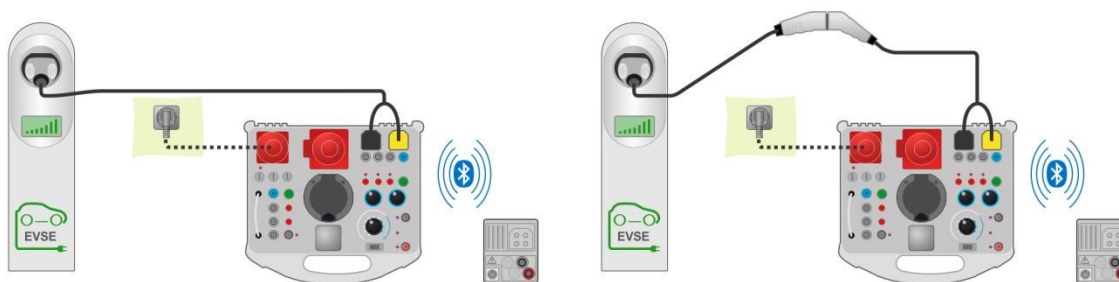
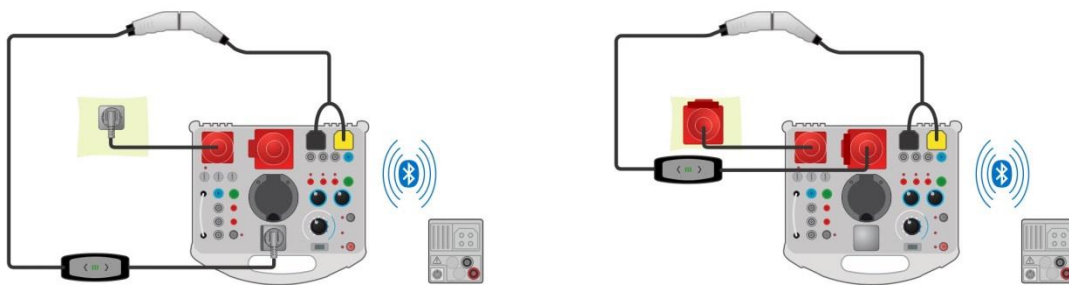
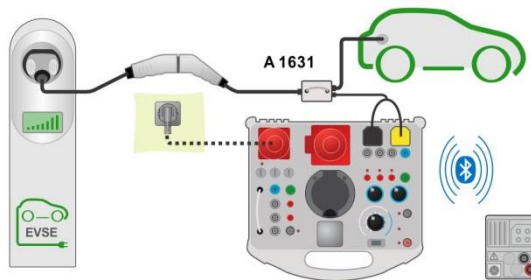

Abbildung 7.117: Diagnoseprüfung, EV Simulation und Fehler-Unterprüfungen - Anschluss an EVSE
Abbildung 7.118: Diagnoseprüfung, EV Simulation und Fehler-Unterprüfungen - Anschluss an Mode 2, das vom Analyser gespeist wird
Abbildung 7.119: Diagnoseprüfung (EVSE) - Monitor- Unterprüfungen - Anschluss an EVSE oder Ladekabel
- › Koppeln und verbinden Sie das MI 3152(H) mit dem A 1632 eMobility Analyser über Bluetooth. Siehe Kapitel 4.6.5.1 Auswahl und Konfiguration von Messadaptern.
- › Überprüfen Sie die Bluetooth Aktiv-Anzeige, wenn der MI1632 eMobility Analyser über Bluetooth mit dem Prüfgerät MI 3152(H) verbunden ist.
- › Schließen Sie das Ladekabel / die Ladestation an den A 1632 eMobility Analyser an. Siehe **Abbildung 7.117**, **Abbildung 7.118** und **Abbildung 7.119**. Detaillierte Informationen finden Sie in der **A 1632 E Mobility Analyser Bedienungsanleitung**.